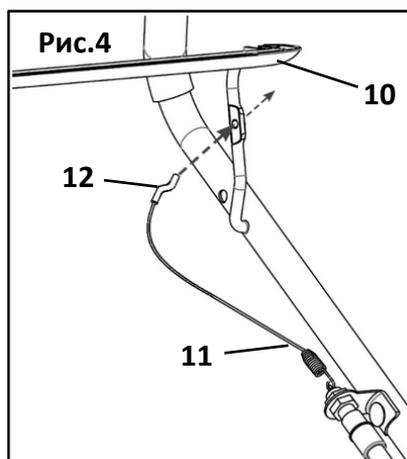

Рис.4
- Подсоедините трос остановки двигателя (11) к рычагу. Для этого вставьте Z-образный наконечник (12) троса в отверстие на рычаге (10) с внутренней стороны рычага (Рис. 4).